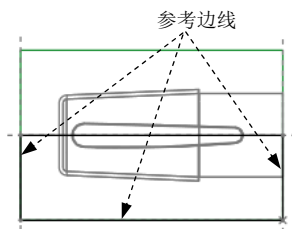

图 7.37 截面草图
(2) 绘制截面草图。进入草绘环境后,选取图 7.37 所示的坯料边线和 MAIN_PARTING_PLN 基准平面为参考;然后单击 **关闭(C)** 按钮,绘制图 7.37 所示的截面草图(为一矩形),完成截面的绘制后,单击“草绘”操控板中的“确定”按钮 。